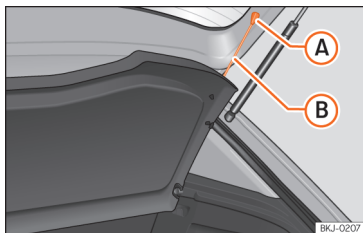

Abb. 111 Im Gepäckraum: Gepäckraumabdeckung aus- und einbauen.
- Hängen Sie die Haltebänder »» Abb. 111 (B) aus den Aufnahmen (A) aus.
- Hängen Sie die Haltebänder »» Abb. 111 (B) an der Heckklappe ein.